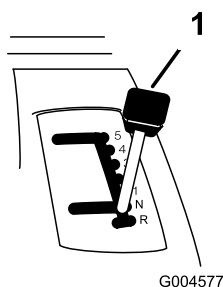

Figura 10
3. Ponga la palanca de velocidad sobre el terreno en punto muerto (Figura 10).